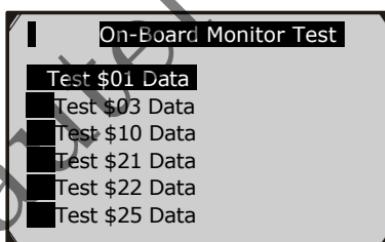

Рисунок 6.27
- 5) В меню **On-Board Monitor Test** используйте кнопки прокрутки **ВВЕРХ/ВНИЗ** для выбора теста для просмотра и нажмите **OK**. (Рисунок 6.27)